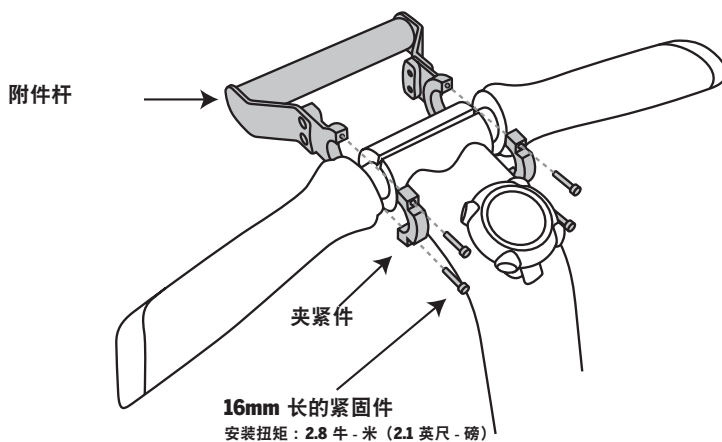
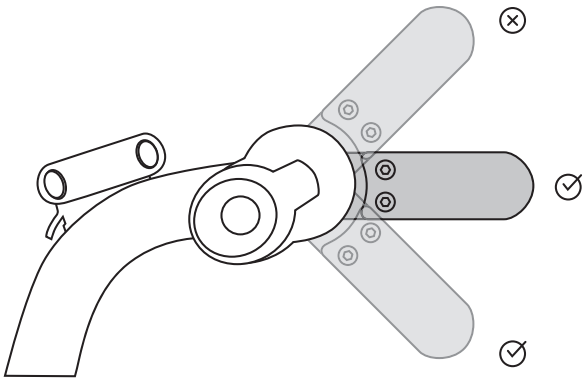

图 2. 在手把上安装附件杆
图 3. 确保附件杆位于手把夹紧件的前面或下方
3. 在手把的露出部分上安装附件杆和夹紧件。请参见图 2。
4. 通过 (2) 个附件杆夹紧件松松地拧入提供的 (4) 个 16mm 长的紧固件。
5. 确保附件杆位于手把夹紧件的前面或下方。请参见图 3。